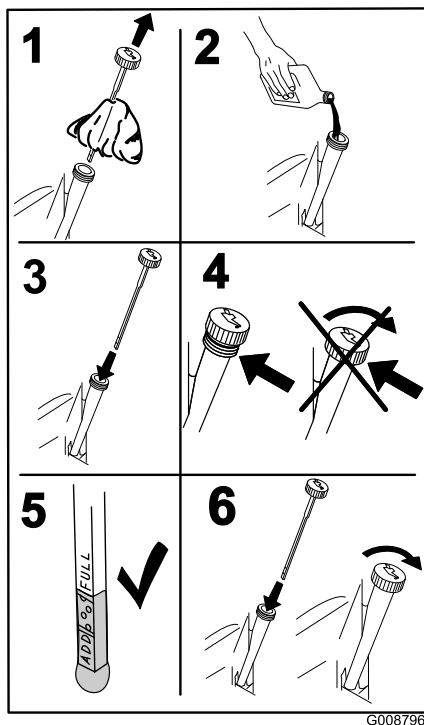

図 40
5. 所定量の 80% 程度のオイルをゆっくり入れ、そこから、残りの量を注意深く足して **FULL** マークまで入れる (図 40)。